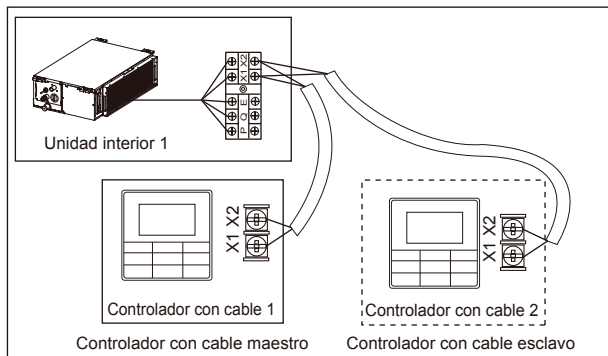

Figura 7.7
- Utilice 1 controlador con cable para controlar 1 unidad interior o 2 controladores con cable (un controlador maestro y uno esclavo) para controlar 1 unidad interior (véase figura 7.7);